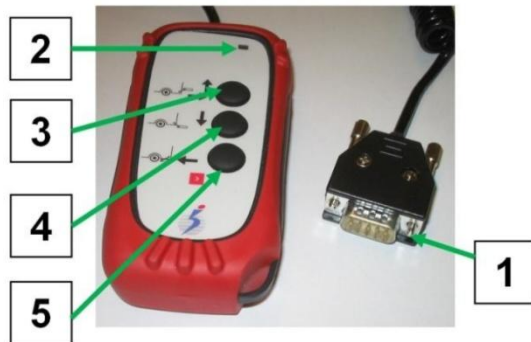
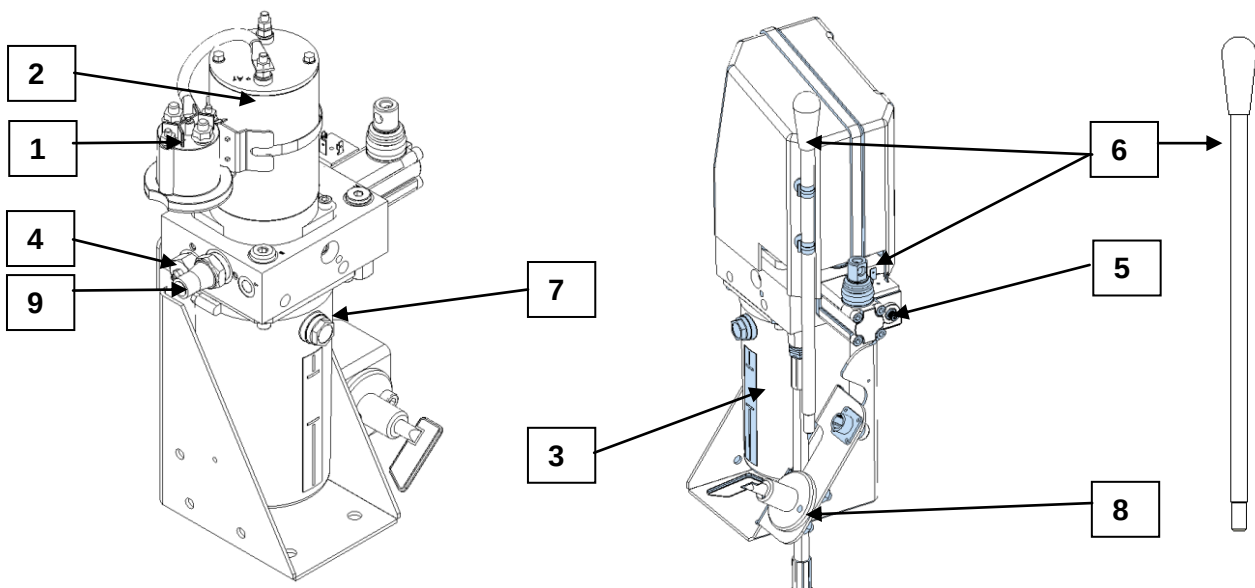

Fig.3
Fig. 4
La pulsantiera di comando (**Fig.3**) consente all'operatore di manovrare a distanza di sicurezza dalla pedana o da sopra la stessa.
- inserire la spina della pulsantiera nell'apposita presa "1" (Fig.3) della centralina di comando;
- ruotare la chiave rossa dell'alimentazione in senso orario (Fig.4): si accenderà la spia "2" (Fig.3).
The remote control (**Fig.3**) allows the operator to maneuver the lift at a safe distance from above the loading platform.
- Insert the keypad plug in the proper electronic control box socket "1" (Fig.3);
- rotate the power supply red key in clockwise direction (Fig.6): the light will turn on "2"(Fig.3).
Per assicurare all'elettropompa "2" (Fig. 4) un flusso ottimale di olio idraulico, è necessario che il serbatoio "3" (Fig. 4) sia sempre pieno.
Il controllo del livello dell'olio idraulico nel serbatoio va effettuato svitando e rimuovendo il tappo "7" (Fig. 4) con la pedana in posizione chiusa. Nel caso dovesse essere necessario un rabbocco, aggiungere olio "TEXACO RANDO HDZ 15" accertandosi che il livello dell'olio sia sopra la tacca del livello di "MIN" e sotto la tacca del livello di "MAX". Ad operazione ultimata, riavvitare il tappo.
In order to assure to the electro-pump "2" (Fig. 4) an optimally flow of hydraulic oil, it is necessary that the tank "3" (Fig. 4) is always full of oil.
It is possible to check the hydraulic oil level into the tank by unscrewing and removing the cap 7" (Fig. 4) with the lift stowed. If it is necessary to fill up oil "TEXACO RANDO HDZ 15", control the level oil in the tank is above the "MIN" mark and under the "MAX" mark. At the end of the operation, screw the cap.